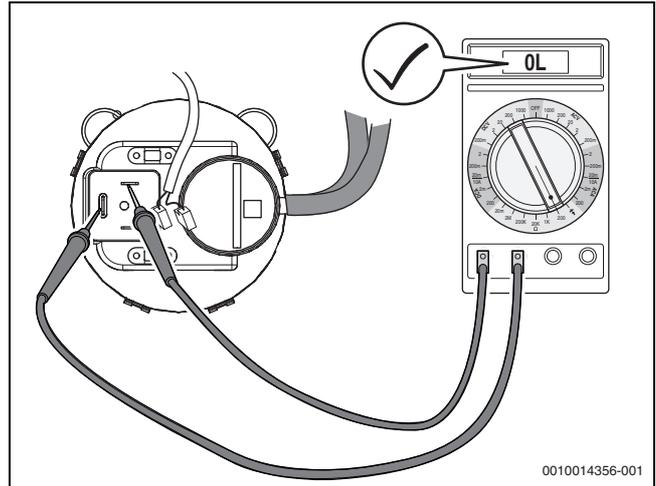
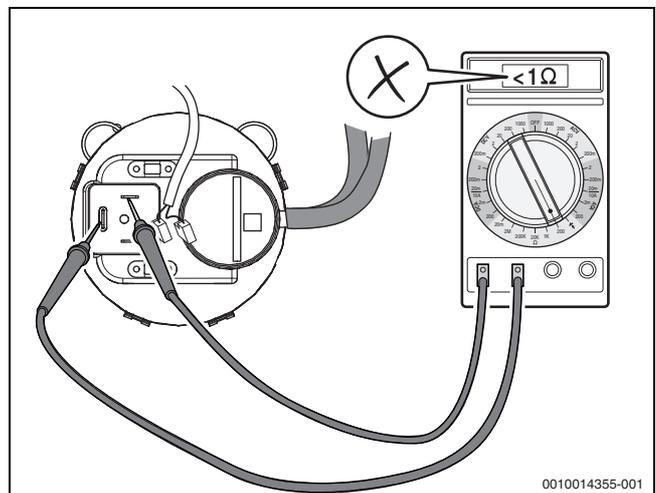

Bild 76 Differenzdruckwächter auf Durchgang prüfen (Differenzdruckwächter in Ordnung)
Bild 77 Elektrischen Widerstand an den Kontakten des Differenzdruckwächters messen (Differenzdruckwächter **nicht** in Ordnung)
- ▶ Elektrische Anschlussleitungen am Differenzdruckwächter abziehen und Widerstand an den Kontakten messen (→Bild 76). Wenn kein Wert oder ein Widerstand  $> 1 \text{ Ohm}$  angezeigt wird, ist der Differenzdruckwächter in Ordnung. Wenn der gemessene Wert  $< 1 \text{ Ohm}$  beträgt (oder Signalton, je nach Messgerät; →Bild 77), Differenzdruckwächter austauschen.